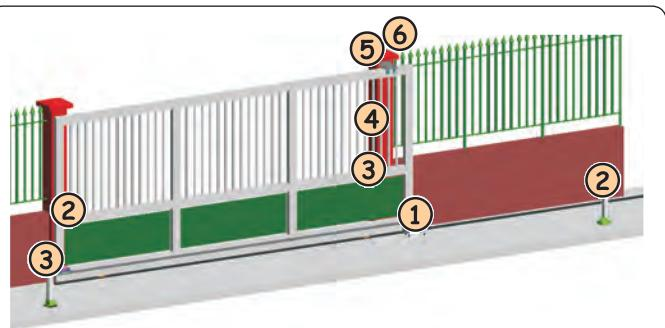

Fig. 3
4. Leg de elektriciteitskabels voor de aansluiting van accessoires en de elektrische voeding aan zoals in Fig. 3.
Leg de kabels aan in de leidingen overeenkomstig de aanwijzingen van Fig. 3, en sluit de gekozen accessoires aan op de elektronische apparatuur. Houd de voedingskabels altijd gescheiden van de kabels voor de bediening en de beveiliging (drukknop, ontvanger, fotocellen etc.). Gebruik verschillende buizen om iedere elektrische storing te vermijden.